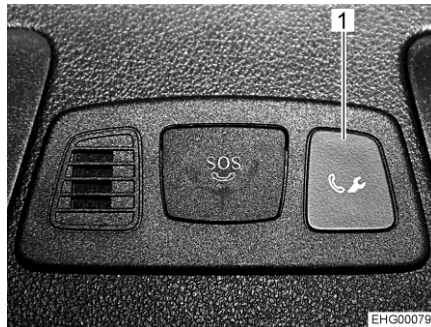
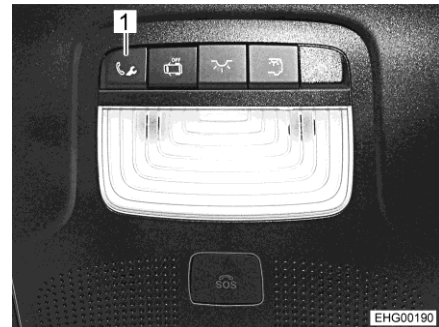

Bild 13 Knapp för samtal till vägassistans (mittkonsol)
Bild 14 Knapp för samtal till vägassistans (takkonsol)
- Tryck på knappen (Bild 13,1 resp. Bild 14,1) för samtal till vägassistans. Uppringning sker till Mercedes-Benz kundcenter.